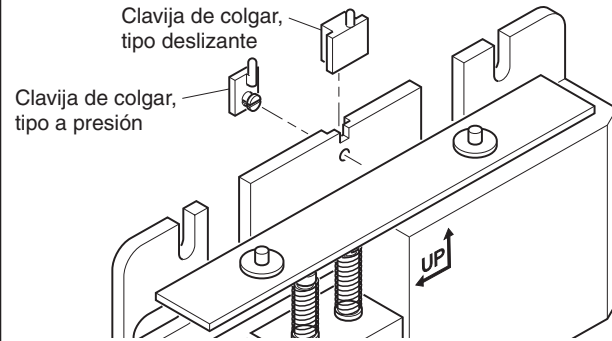

Figura 3 - Clavija para colgar la tapa
- **Para tapas tipo clavija y las tapas de orificio:** Acople la clavija de colgar a la base antes de montar la base en la pared. Alinee el orificio de la tapa con la clavija y cuélguela (vea la Figura 3).